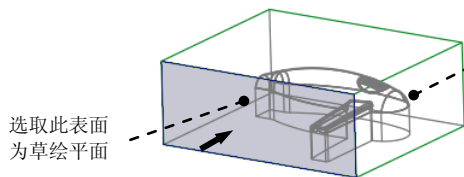

图 8.38 定义草绘平面
(1) 选择命令。单击 **编辑模具体积块** 功能选项卡 **形状** 区域中的 按钮，此时系统弹出“拉伸”操控板。
(2) 定义草绘截面放置属性。在图形区右击，从系统弹出的快捷菜单中选择 **定义内部草绘...** 命令；在系统 选择一个平面或曲面以定义草绘平面。 的提示下，选取图 8.38 所示的坯料表面为草绘平面，接受默认的箭头方向为草绘视图方向，然后选取图 8.38 所示的坯料侧面为参考平面，方向为 **右**。然后单击 **草绘** 按钮。